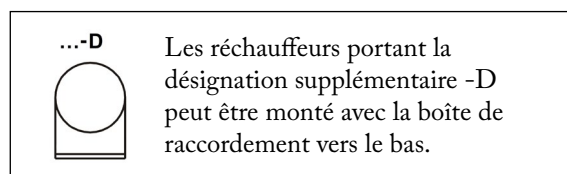

fig. 3
- L'installation avec la boîte de raccordement vers le bas n'est pas autorisée. Les réchauffeurs portant la désignation supplémentaire ...-D peuvent être montés avec la boîte de raccordement vers le bas, car ils sont spécialement adaptés à cette position de montage, voir figure 3.